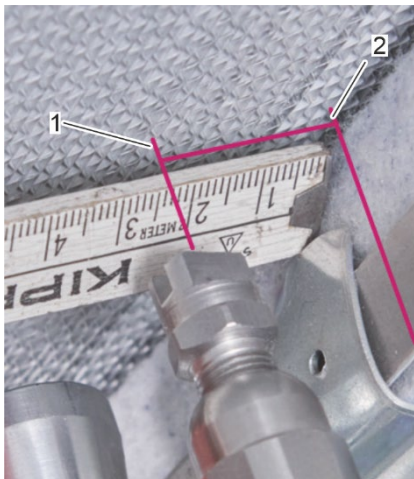

Figura 39: Ajuste de la distancia entre la boquilla de agua y el perímetro del rotor
4. Ajuste la distancia entre el centro de la boquilla de agua a alta presión (Figura 39/1) y el perímetro del rotor (Figura 39/2) en 2,5 cm, para ello mueva el carro de limpieza con la mano utilizando una regla plegable (opcional).